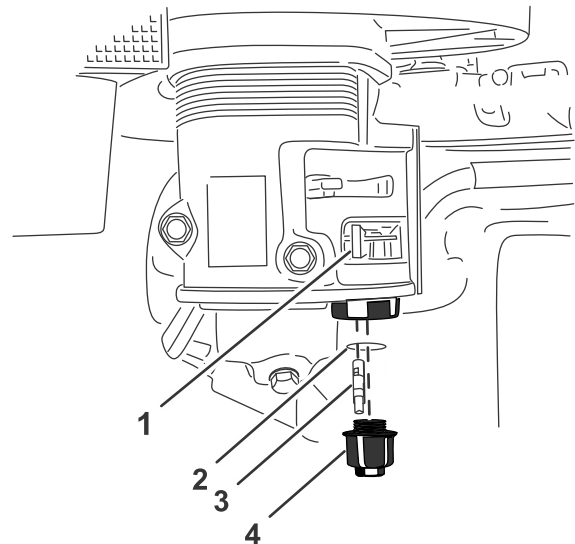

Figura 42
2. Mueva la válvula de cierre del combustible a la posición de CERRADO (Figura 42).
- Desenrosque la taza de sedimentos (Figura 42).
- Retire el filtro de combustible y la junta tórica (Figura 42).
- Instale el filtro de combustible en la parte inferior del carburador (Figura 42).